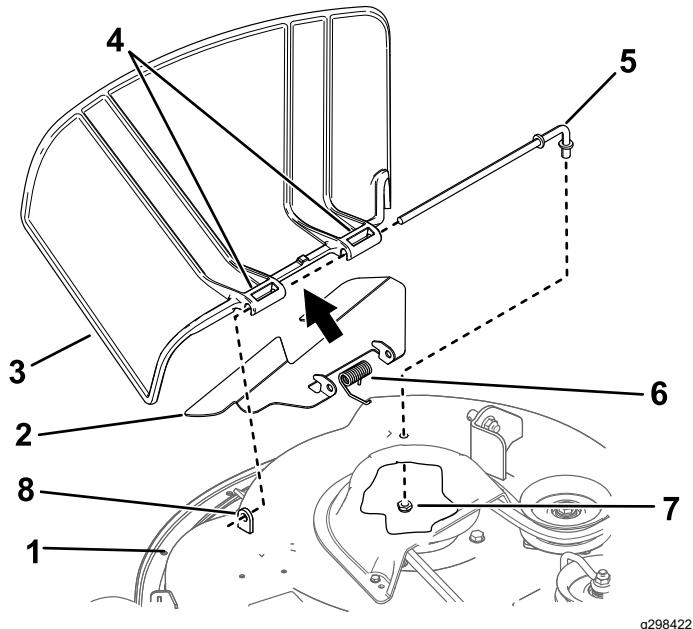

Bild 74
- Nehmen Sie die Mutter ( $\frac{3}{8}$ ") aus der Stange unter dem Mähwerk ab (Bild 74).
2. Schieben Sie die Stange aus dem kurzen Vorsprung, der Feder, dem Ablenkblech und Grasablenkblech (Bild 74).
4. Montieren Sie das neue Grasablenkblech und Ablenkblech (Bild 74).
7. Schieben Sie die Stange durch das Ablenkblech und die zweite Halterung am Grasablenkblechzapfen (Bild 74).
9. Befestigen Sie das hintere Stangenende mit einer Mutter ( $\frac{3}{8}$ ") am Mähwerk, wie in Bild 74 abgebildet.